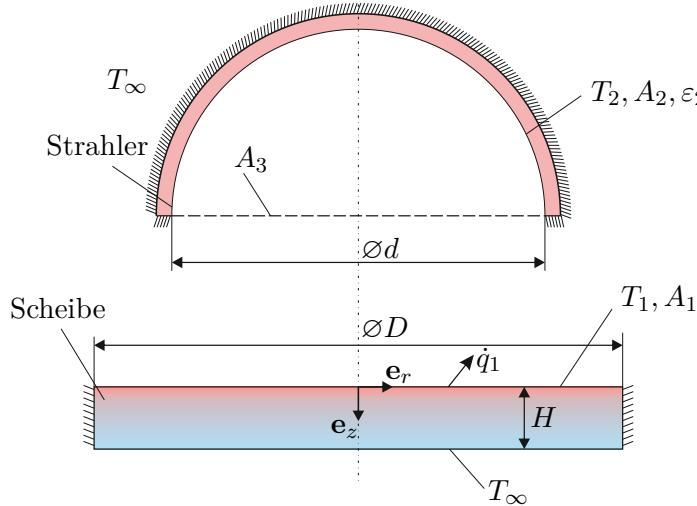

Abbildung 2: Aufheizen einer Scheibe.
2. Ein halbkugelförmiger Strahler (Durchmesser d , Temperatur T_2 , Emissivität ε_2) 6 P.| heizt eine ebene Scheibe (Durchmesser D , Dicke H , Emissivität ε_1 , Wärmeleitfähigkeit λ_1) auf, siehe Abb. 2. Der Wärmeaustausch durch Konvektion wird hierbei vernachlässigt. Die Temperatur der Unterseite der Scheibe ist konstant und entspricht der Umgebungstemperatur T_∞ . Die Außenfläche des Strahlers und die Mantelfläche der Scheibe sind ideal isoliert.